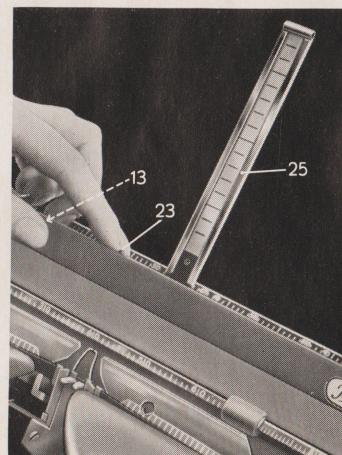

Abb. 5
Vor dem Einführen des Papiers schiebt man zunächst die Papieranlage (13) in die äußerste linke Endstellung. Die Papierstütze (25) wird durch einen leichten Druck auf den Auslösehebel (23) freigegeben und schnellst automatisch in die senkrechte Stellung (Abb. 5).